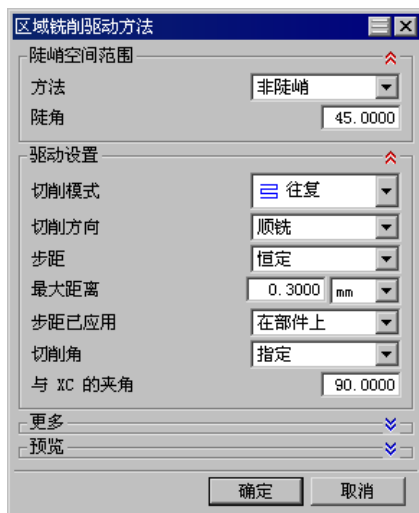

图 15.18 “区域铣削驱动方法”对话框
Step2. 在“区域铣削驱动方法”对话框参数设置值如图 15.18 所示，单击 **确定** 按钮，系统返回到“区域铣削驱动方法”对话框中。